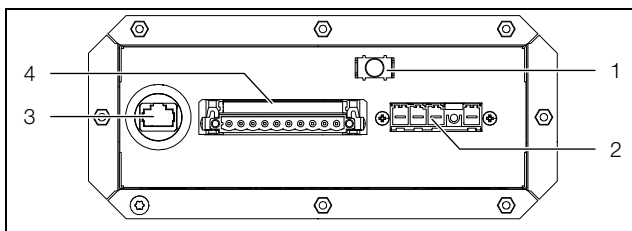

图 33: 接线盒
- 电缆屏蔽层可在接线盒中通过接地端子接触壳体(图 33, 序号 1)。